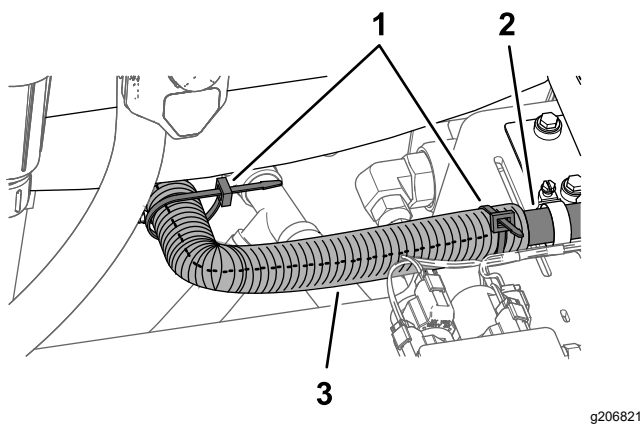

Рисунок 32
6. Установите разрезную гофрированную трубку поверх шланга длиной 43,3 см между промывочным баком и насосом промывочного бака и закрепите трубку с помощью 2 кабельных стяжек (Рисунок 32).